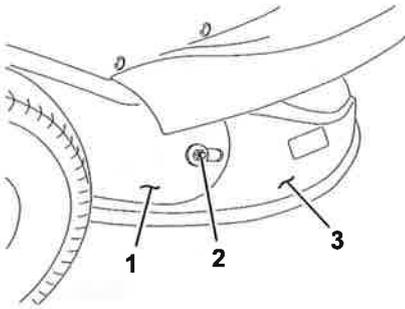

Figure 19
9. Retirez l'écrou et la rondelle extérieure de fixation de l'éjecteur au tube d'éjection (Figure 19).